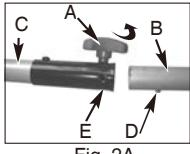

Fig. 2A
- Skru strammeskruen (A) mot klokken for å løsne (Fig. 2A).